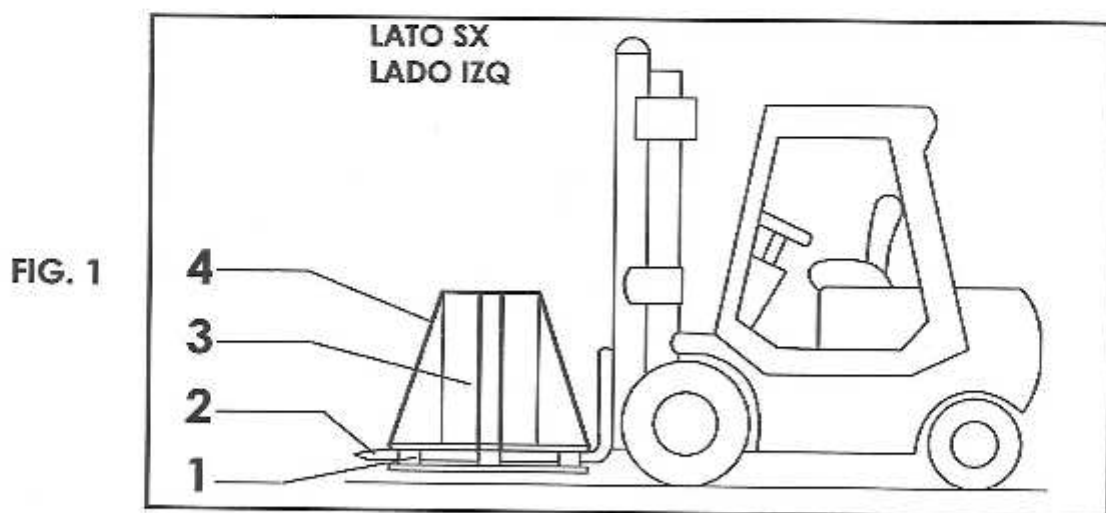

FIG. 1
- 1) Inserire le forche (FIG. 1 - Rif. 2) sotto al pallet (FIG. 1 - Rif. 1), mantenendole al centro di quest'ultimo.
- 2) Sollevare l'imballo (FIG. 1 - Rif. 3) di qualche centimetro per controllare che il carico sia effettivamente centrato rispetto alle forche.
- 1) Introduzca las horquillas (FIG. 1 - Ref. 2) bajo el pallet (FIG. 1 - Ref. 1), manteniéndolas en el centro de este último.
- 2) Levante el embalaje (FIG. 1 - Ref. 3) unos centímetros para verificar que la carga esté efectivamente centrada respecto a las horquillas.
- 1) Con utensile idoneo, tagliare le regge (FIG. 1 - Rif. 4) facendo attenzione a non essere colpiti dalle stesse per effetto dell'elasticità;